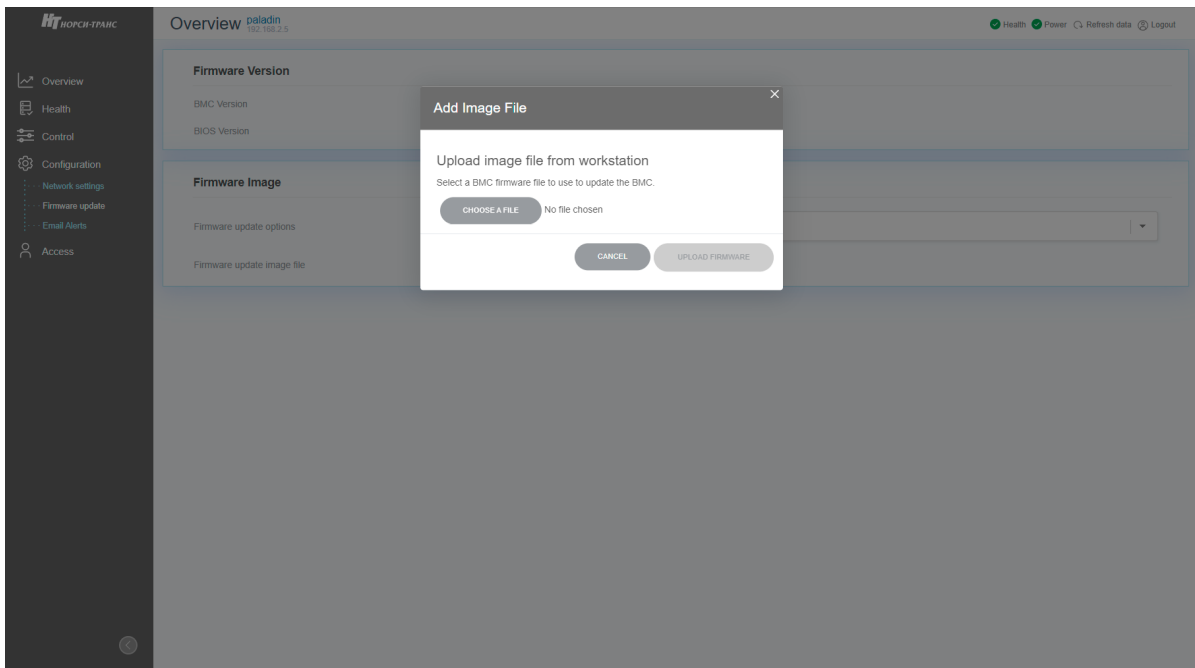

Рис. 76. Окно добавления новой прошивки
- 3) В появившемся окне нажмите на кнопку «CHOOSE A FILE». Окно показано на рис. 76 Окно добавления новой прошивки